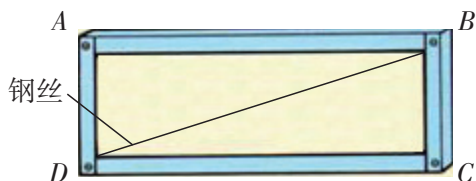
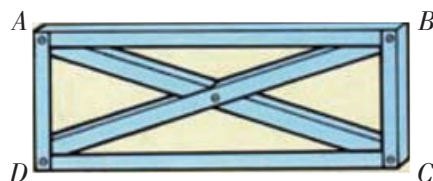

图1-56 钢丝加固
图1-57 角钢加固
1. 如果用钢丝来加固框架结构(图1-56)，是否能够起到增强结构强度的效果，为什么？应在哪个位置加第二个构件？如果框架结构采用角钢来加固(图1-57)，并已达到结构强度要求，就不需要再增加第二个构件AC了，为什么？